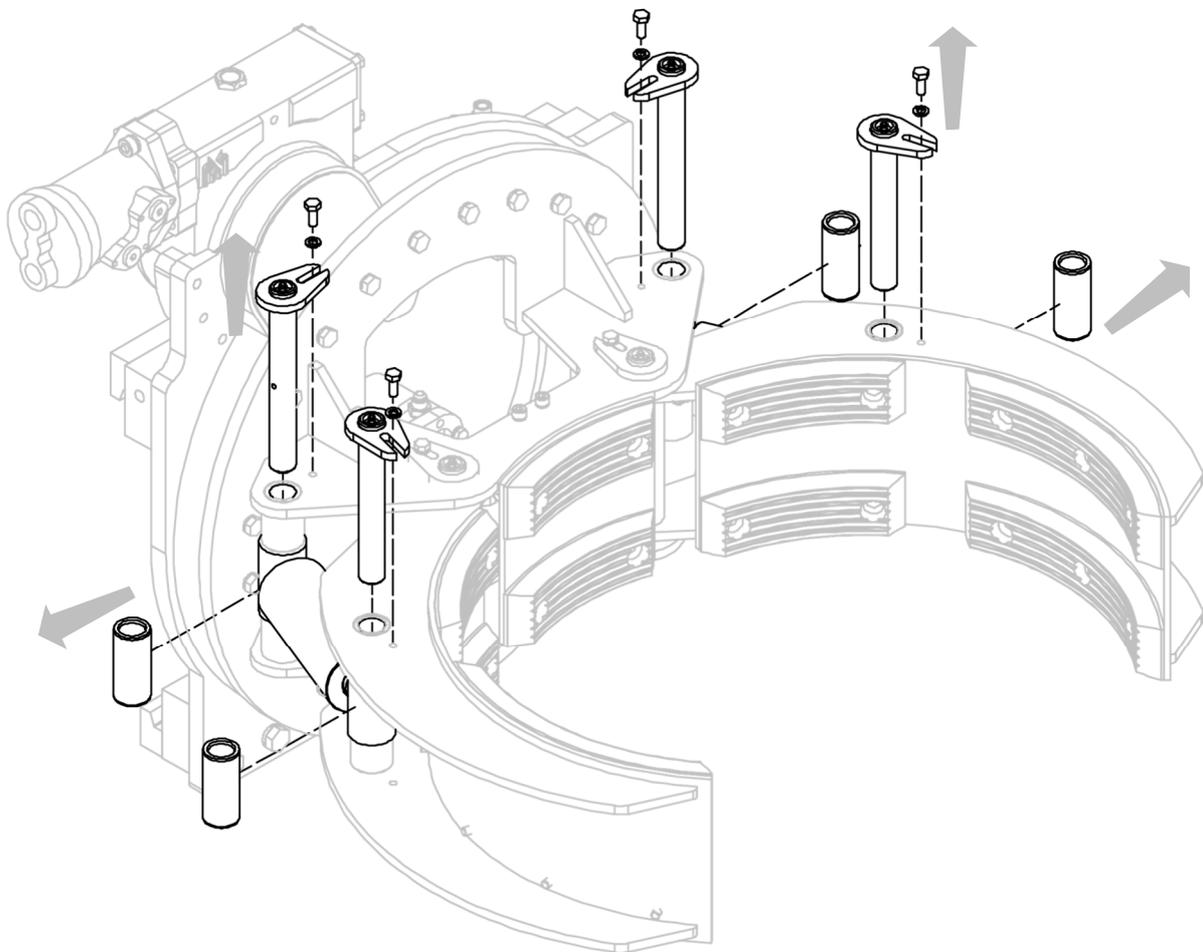

Abbildung 22
2. Entfernen Sie die Befestigungsstifte (mit den entsprechenden Schrauben und Federringen), die die Zylinder an der festen Struktur und den Backen befestigen (siehe *Abbildung 22*).